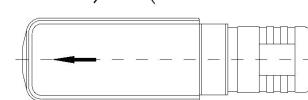

Fig. 2a
- ✚ Veillez à ce qu'aucun champ magnétique étranger pouvant altérer le fonctionnement de l'instrument ne se trouve à proximité (Fig. 2a).
- ✚ Une flèche est appliquée sur le commutateur de débit. Celle-ci doit être montée parallèlement à l'axe de la conduite et indiquer le sens d'écoulement (Fig. 2a).